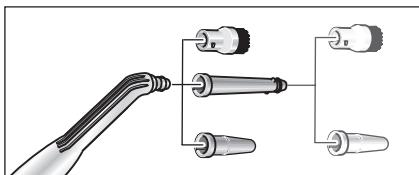

Afb. 5: Verwijderen van accessoire
- Duw voor het verwijderen van een accessoire op de ontgrendelingsknop (C3 resp. G3) en trek de delen uit elkaar (zie afb. 5).